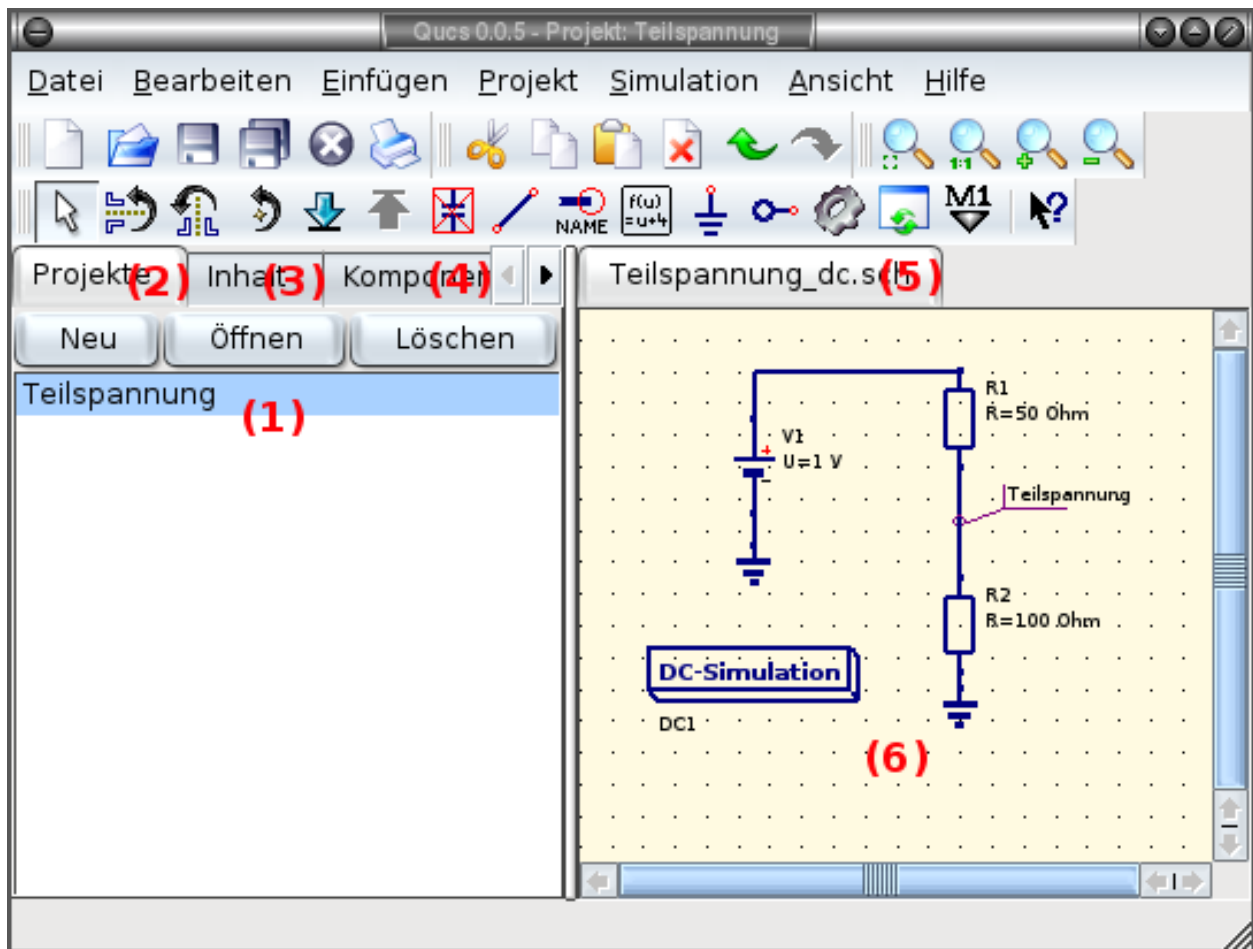

Abbildung 1 - Qucs Hauptfenster
Wenn Qucs zum ersten Mal gestartet wird, wird ein Verzeichnis mit dem Namen ".qucs" innerhalb des eigenen Heimatverzeichnisses erzeugt. Jede Datei wird in dieses Verzeichnis oder eines der darin enthaltenen Unterverzeichnisse gespeichert. Nachdem Qucs gestartet ist, erscheint das Hauptfenster, das so aussieht wie in Abbildung 1 dargestellt. Auf der rechten Seite befindet sich die Hauptarbeitsfläche (6), der die zu simulierende Schaltung, die Graphen, etc. beinhaltet. Mit den Tabulatorschaltflächen (5) überhalb dieses Bereiches kann man schnell zu allen weiteren geöffneten Schaltungen, etc. umschalten. Auf der linken Seite neben dem Qucs Hauptfensters befindet sich ein weiterer Bereich (1), dessen Inhalt sich in Abhängigkeit vom ausgewählten Tabulator-Reiter auf der linken Seite ändert: "Projekte" (2), "Inhalt" (3) und "Komponenten" (4). Nachdem Qucs gestartet wurde, ist die Tabulatorschaltfläche "Projekte" vorselektiert. Wenn es das erste Mal ist, dass Qucs benutzt wird, so ist dieser Bereich leer, da noch kein Projekt existiert. Durch Betätigung des "Neu"-Knopfes überhalb dieses Bereiches (1) erscheint ein Dialog. In diesem Dialog wird der Name des Projektes definiert. Für das erste Projekt wird der Name "ErstesProjekt" eingegeben und der Dialog mit Drücken des Knopfes "Ok" verlassen. Daraufhin erzeugt Qucs ein Projekt-Verzeichnis innerhalb des Verzeichnisses "~/.qucs", für dieses Beispiel "ErstesProjekt\_prj". Jede Datei, die zu diesem Projekt gehört, wird in diesem Verzeichnis gespeichert. Das neue Projekt wird unverzüglich geöffnet, was man aus dem Eintrag des Titels im Hauptfenster entnehmen kann. Die Tabulatorschaltfläche auf der linken Seite wird auf "Inhalt" (3) umgeschaltet, wo der Inhalt des gegenwärtig geöffneten Projekts angezeigt wird. Bis jetzt ist noch kein Dokument erzeugt worden. Deshalb wird der "Speichern"-Kopf in der Knopfleiste betätigt oder aus der Menüleiste die Auswahl "Datei->Speichern", um das gegenwärtig noch unbenannte Dokument zu speichern, welches im Hauptfenster angezeigt wird (6). Im nachfolgenden Dialog wird der Name für das Dokument festgelegt. Als Beispielsname wird "ersteSchaltung" eingegeben und der Kopf "Speichern" betätigt.
Es soll eine einfache Gleichspannungssimulation durchgeführt werden, z.B. soll die Schaltung aus Abbildung 1 analysiert werden. Dazu wird die Komponenten-Schaltfläche ((4) in Abbildung 1) aktiviert. Dort kann man einen Blätterttext erkennen, aus dem die Komponentengruppe ausgewählt wird. Unterhalb des Blätterttextes befinden sich dann die in dieser Gruppe zusammengefassten Komponenten. Hier wird "diskrete Komponenten" als Blätterttext für das Beispiel ausgewählt und das Bauteil "Widerstand" ausgewählt. Durch Bewegen des Mauszeigers in die Hauptarbeitsfläche (6) kann man die Komponente (hier Widerstand) platzieren. Das Drücken der rechten Maustaste bewirkt ein Drehen um jeweils 90° der ausgewählten Komponente. Das Betätigen der rechten Maustaste hingegen bewirkt ein Absetzen der ausgewählten Komponente auf der Hauptarbeitsfläche. Der Vorgang wird anschließend für alle weiteren in Abbildung 1 dargestellten Komponenten durchgeführt. Die DC-Spannungsquelle kann unter dem Blätterttexteintrag "Quellen" gefunden werden, das Massesymbol unter "diskrete Komponenten" und die gewünschte Simulationsart wird über die Auswahl des Blätterttextes "Simulationen" und Hinzufügen der Komponente "DC-Simulation" zur Schaltung gewährleistet. Um die Parameter des Widerstandes zu verändern erfolgt ein Doppelklick auf diesen. Es erscheint ein Dialog, in dem der Widerstandswert verändert werden kann. Auf der rechten Seite wird der Wert 100 Ohm eingegeben und mit "Ok" bestätigt.